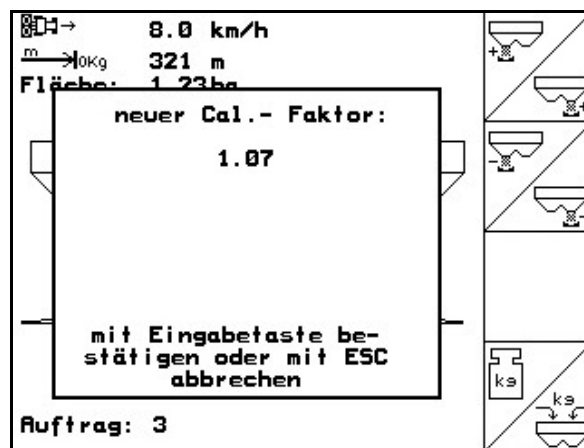

Рис. 58
8. Показывается новый коэффициент калибровки и подтверждается нажатием , или отбрасывается при нажатии (Рис. 58).